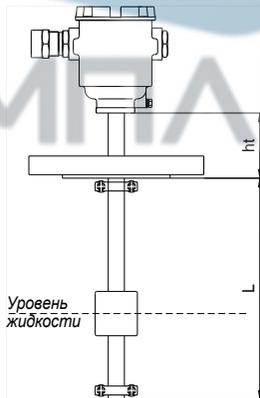

Рисунок 6
2.2.1 Для применения ПМП в средах с температурой, превышающей $60\text{ }^{\circ}\text{C}$ (но, не более $125\text{ }^{\circ}\text{C}$), принимаются меры по охлаждению корпуса (головной части ПМП), находящейся над резервуаром. Для этого часть направляющей (трубы) ПМП возвышают над резервуаром на расстояние h_t , достаточное для охлаждения корпуса (рисунок 6).